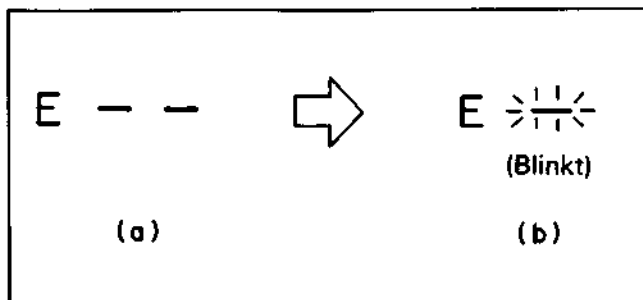

Abb. 4.103 Einstellung des Überentladepegels
5. Den OVERDISCHARGE LEVEL Regler (RT901) so einstellen, daß die Batteriepegelanzeige von (a) auf (b) wechselt, wie es in Abb. 4.103 dargestellt ist.